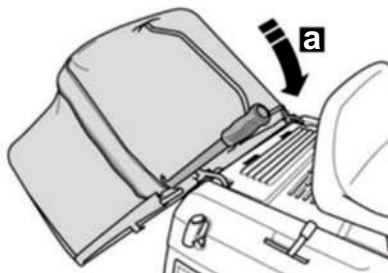

Рис. 30
2. Нажмите на рычаг в направлении движения, чтобы нижняя часть травосборника откинулась (рис. 30/а).